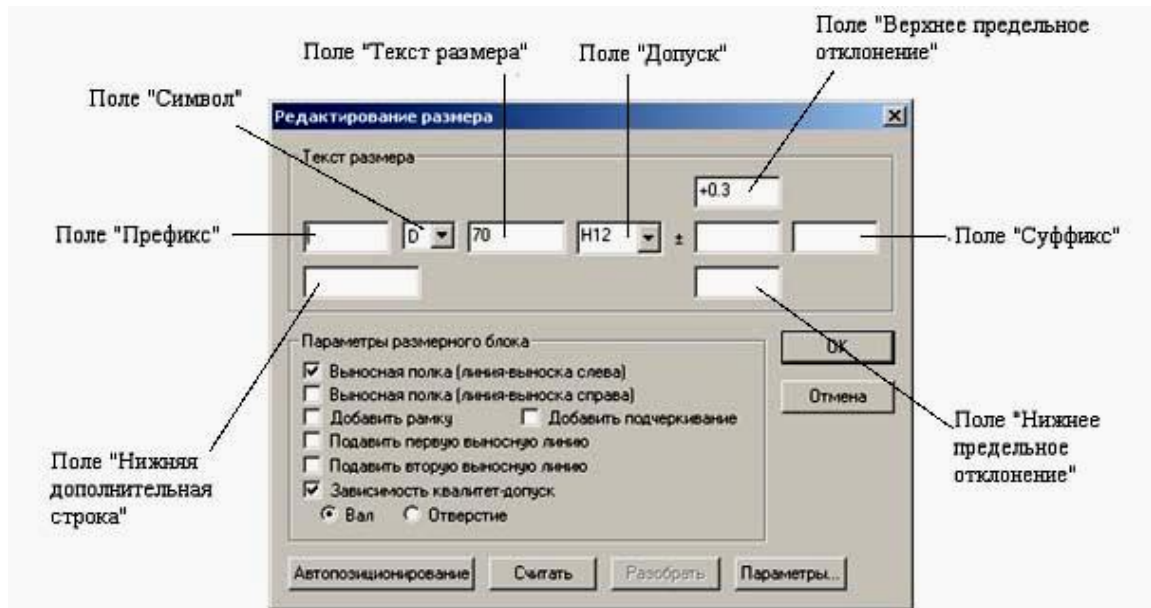

Рисунок 1.16 – Вікно діалогу «Редактирование размера»
4. Вкажіть точку, яка визначає кут повороту розмірної лінії (точка 1 на рисунку 1.15). З'явиться діалог «Редактирование размера» (рис. 1.16). Діаметр кола буде автоматично прорахований і його значення з'явиться в полі «Текст размера». Символ діаметра автоматично з'явиться в полі «Символ» зліва від тексту розміру. Натисніть кнопку «ОК». Вкажіть позицію тексту розміру.
6. Вкажіть точку, що визначає кут нахилу діаметрального розміру. З'явиться діалог «Редактирование размера» (рис. 1.16).